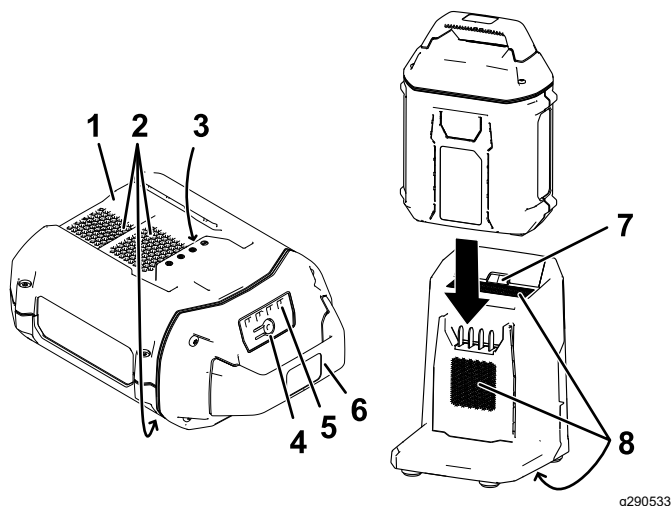

Figure 22
2. Alignez le creux de la batterie (Figure 22) sur la languette du chargeur.
3. Glissez la batterie dans le chargeur jusqu'à ce qu'elle soit complètement enclenchée (Figure 22).